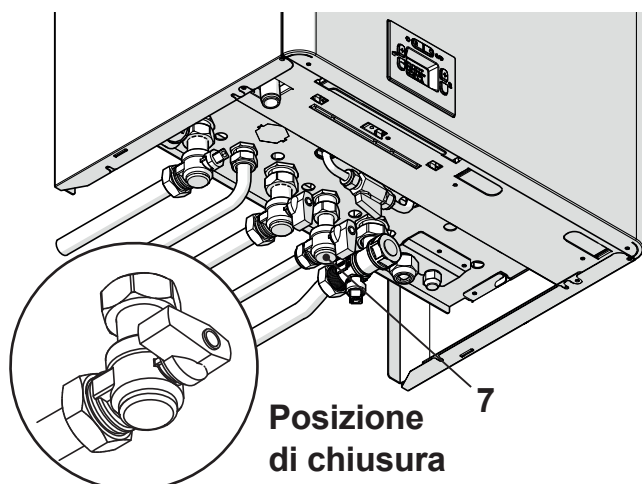

Figura 11.2
- Richiudere il rubinetto gas 7 in Figura 11.2.